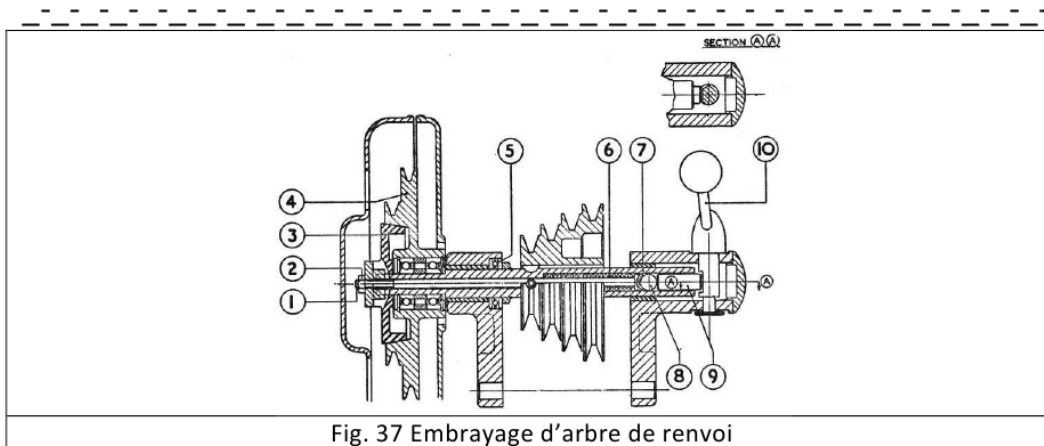

Fig. 37 Embrayage d'arbre de renvoi
En examinant la Fig.37, on note que l'embrayage ce compose d'un pièce métallique conique de commande, plateau d'embrayage (3) fixé par un tenon dans l'extrémité de l'arbre de renvoi, et normalement retenu en prise avec le cône de la poulie (4) par un ressort de compression (6) inséré dans l'arbre creux de renvoi(7) entre l'épaulement de l'alésage de l'arbre et la tête du poussoir (1).
L'embrayage est enclenché et dégagé par rotation de l'arbre à came (10). La coupe « A-A » de la Fig.37 montre qu'il comporte 2 méplats usinés. Le gros méplat correspond à la position d'enclenchement de l'embrayage (bouton de levier près du protecteur de la courroie de commande de poupée), le petit méplat correspond à la position de débrayage (bouton de levier déplace vers la droite) ; Les méplats agissent sur le poussoir (9) et, par conséquent, sur le poussoir (1) par l'intermédiaire de la bille d'acier (8).